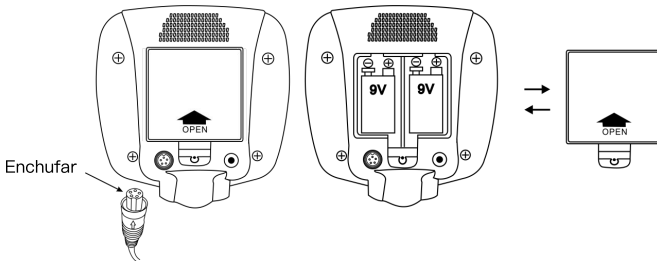

Fig.5
5. Enrolle el cable de la bobina de búsqueda alrededor del vástago de aluminio, elástico moderado, y que no se balancee. enchufe la trama del cable en la parte inferior derecha de la caja de control, apunte a la ranura, enchufe en el extremo y apriete el tornillo. (Ver Fig.5) Ten cuidado de no tirar del cable y desenchufar la clavija.
Abra la tapa de las pilas e instale las pilas de acuerdo con el signo de polaridad en la caja de pilas, Si no utiliza el detector durante mucho tiempo, por favor, retire las pilas de la caja de pilas. (Ver Fig.5)